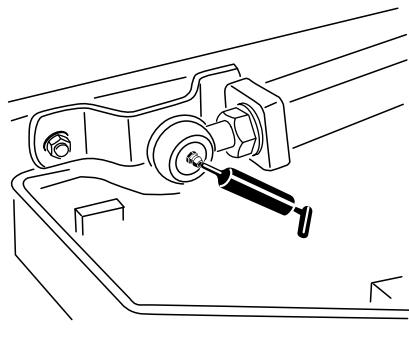

Figura 66
- Rótulas de los brazos de elevación (2) (Figura 66)